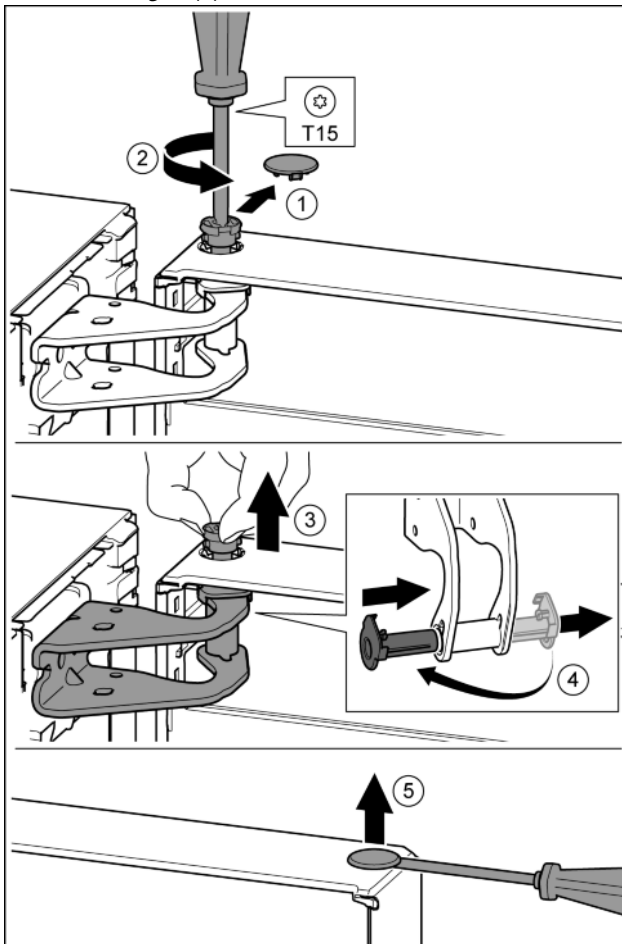

Fig. 8
- Sicherungsabdeckung vorsichtig abziehen. Fig. 8 (1)
- Bolzen mit Schraubendreher T15 ein Stück herausdrehen. Fig. 8 (2)
- Tür festhalten und Bolzen mit den Fingern herausziehen. Fig. 8 (3)
- Lagerbuchse aus Führung ziehen. Von der anderen Seite einsetzen und einrasten. Fig. 8 (4)
- Stopfen aus der Tür Lagerbuchse vorsichtig mit einem Schlitzschraubendreher anheben und herausziehen. Fig. 8 (5)